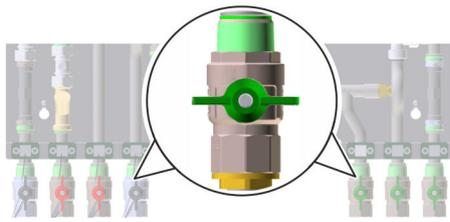

Abb. 80: Kugelhähne schließen
1. ➔ Alle Kugelhähne (Abb. 80) am Frischwarmwassermodul schließen.